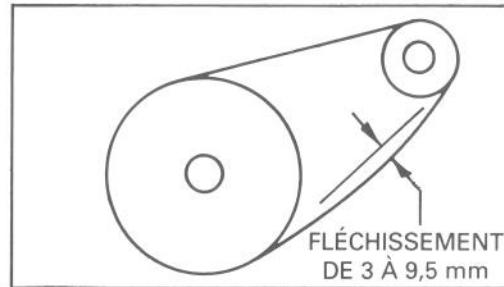

Figure 25
RÉGLAGE DE LA CHAÎNE D'ENTRAÎNEMENT (fig. 25 à 28)
1. Vérifiez le fléchissement de la chaîne en soulevant celle-ci à mi-course sans forcer. Il doit mesurer entre 3 mm et 9,5 mm (fig. 25). Sinon, il convient d'ajuster la chaîne.